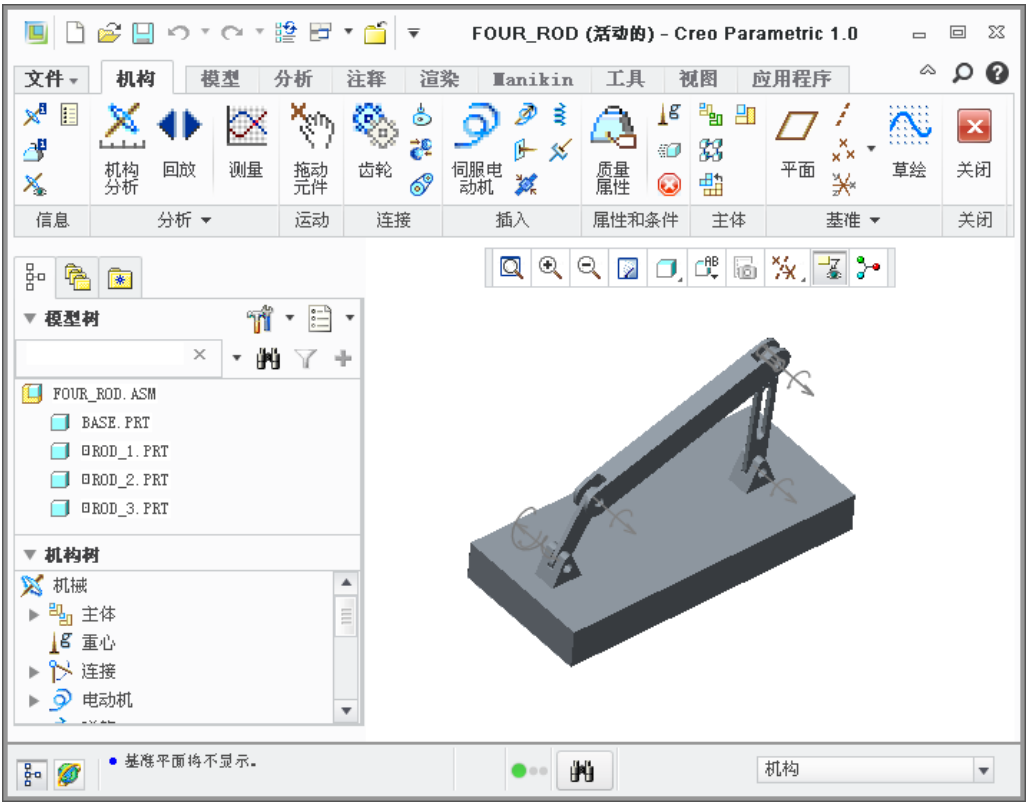

图 13.1.1 机构模块界面
Step2. 进入机构模块。单击 **应用程序** 功能选项卡 **运动** 区域中的“机构”按钮 ，则进入机构模块，此时界面如图 13.1.1 所示。